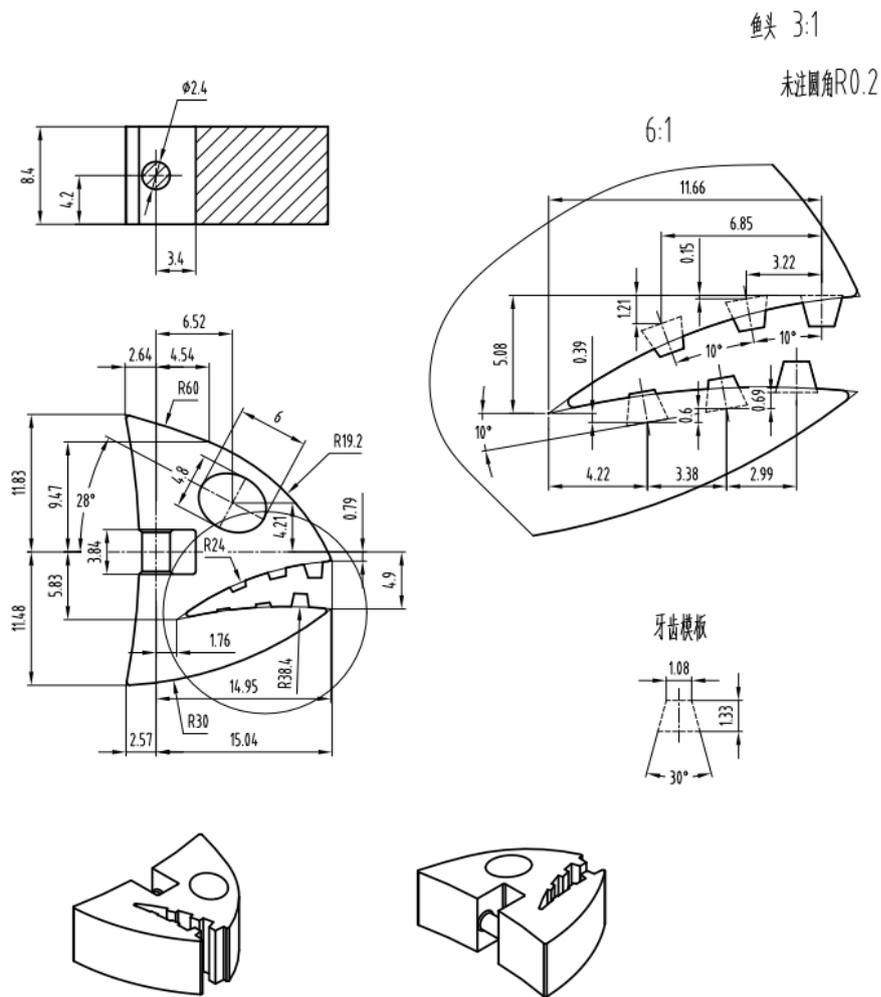
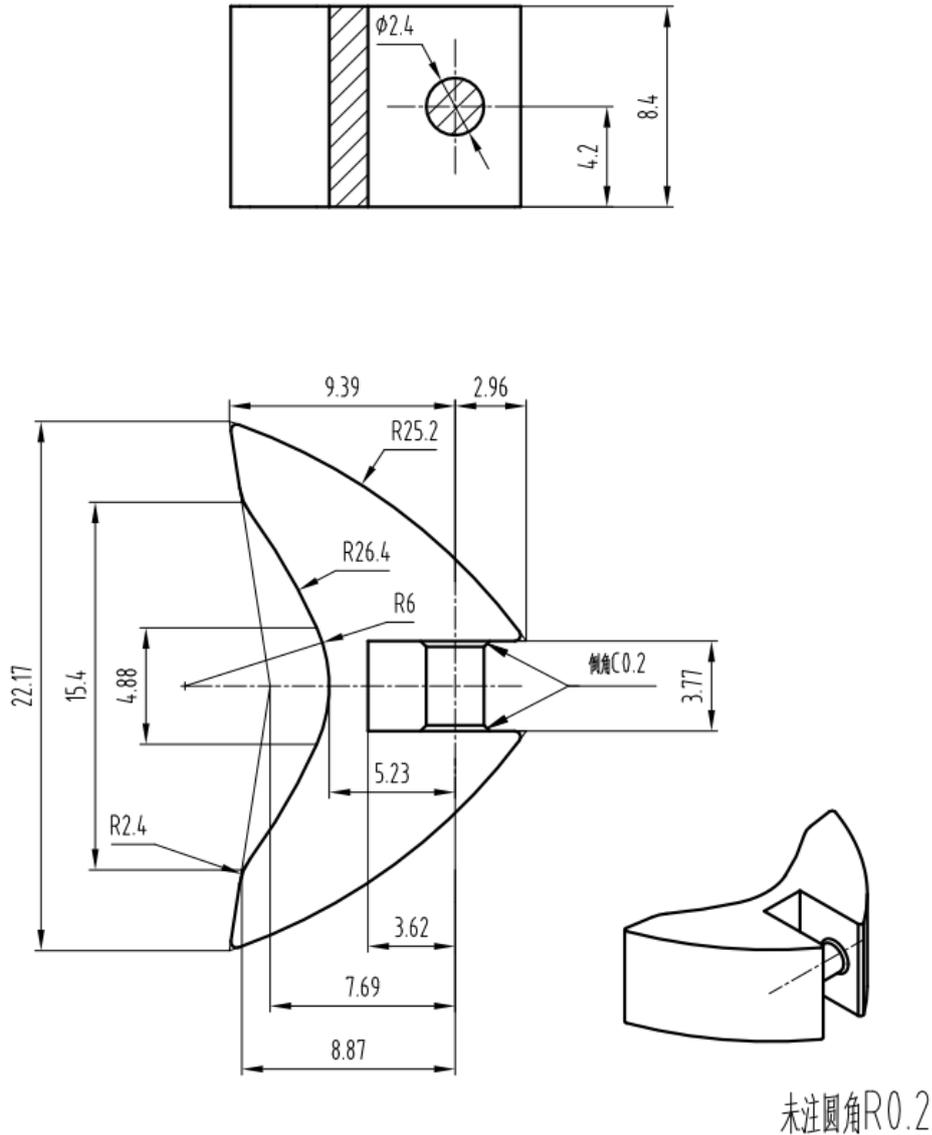

图1鱼头
图2鱼尾
1. 鱼头、鱼尾图纸，见**素材**：图 1鱼头 ， 图2鱼尾。